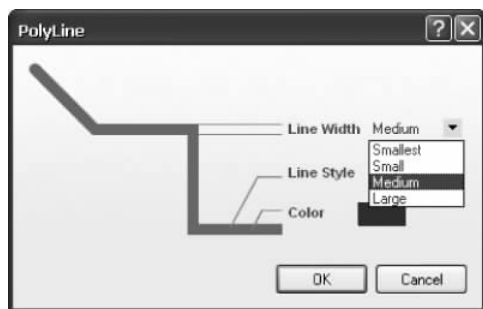
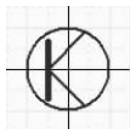

图 3-12 直线属性对话框
图 3-13 绘制直线
(2) 选取直线绘制按钮 , 在圆中绘制一条直线。双击直线, 打开如图 3-12 所示的直线属性对话框, 将线宽改为 Medium(中等宽度), 再绘制两条 45° 的直线, 如图 3-13 所示。